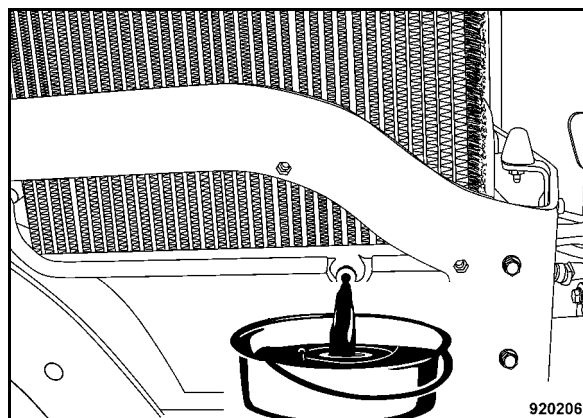

Fig. 134
- Svitare il tappo di scarico (Fig. 134).